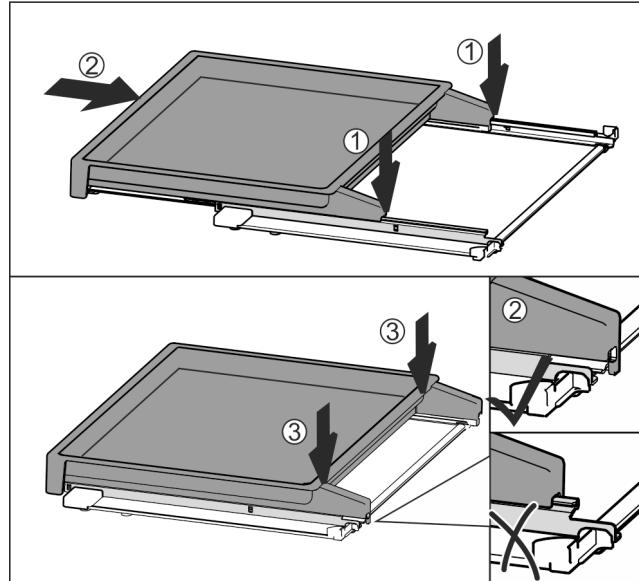

Fig. 113
- Установить по центру на направляющие Fig. 113 (1).
- Вставить вытяжную панель полностью Fig. 113 (2).
- Нажимать на задней стороне до тех пор, пока не будет слышна фиксация Fig. 113 (3).